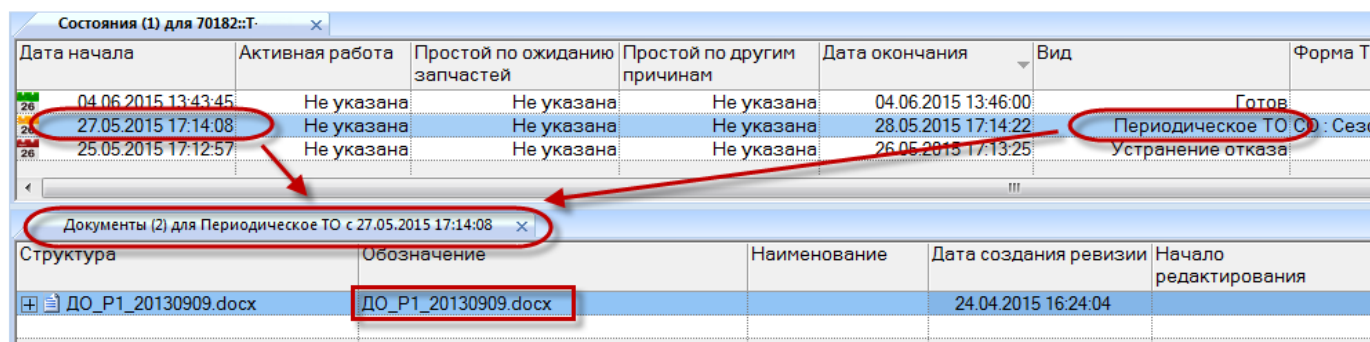

Рис. 28-26 – Документ для состояния в окне связанных объектов «Документы»
- б) Связь между выбранным документом и состоянием отображается в окне связанных объектов «Документы» для этого состояния (рис. 28-26).